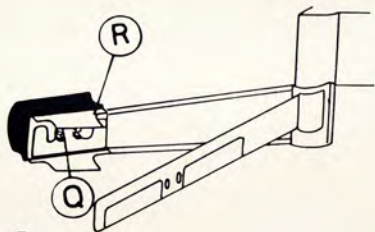

Fig. 5
nell'interno del coltello (R) e sulle teste a V dei punzoni (Q) (Fig. 5), che pregiudica il buon funzionamento della giuntatrice. Lo si potrà togliere facilmente con un pennello di setola bagnato di trielina.